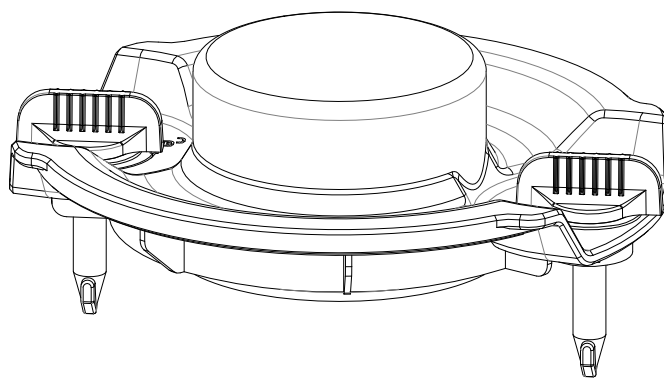

图 5.6 4 × 15 ml 固定架
1.6) 4 × 15 ml 固定架外形如图 5.6 所示。